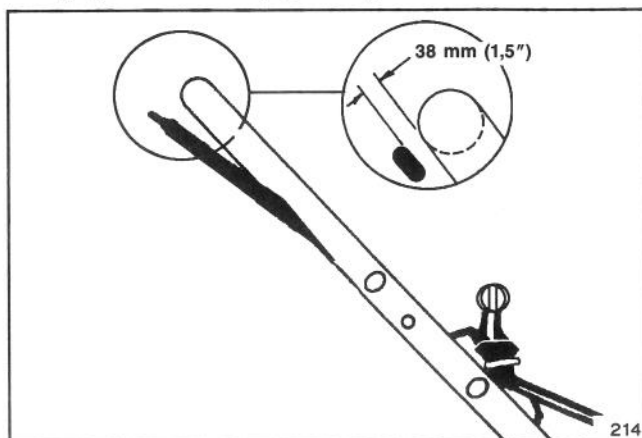

Figure 19
2. Soulevez la barre de commande jusqu'à ce que vous sentiez une légère résistance. La barre de commande devrait se trouver à 38 mm du guidon quand le réglage est correct (figure 19).